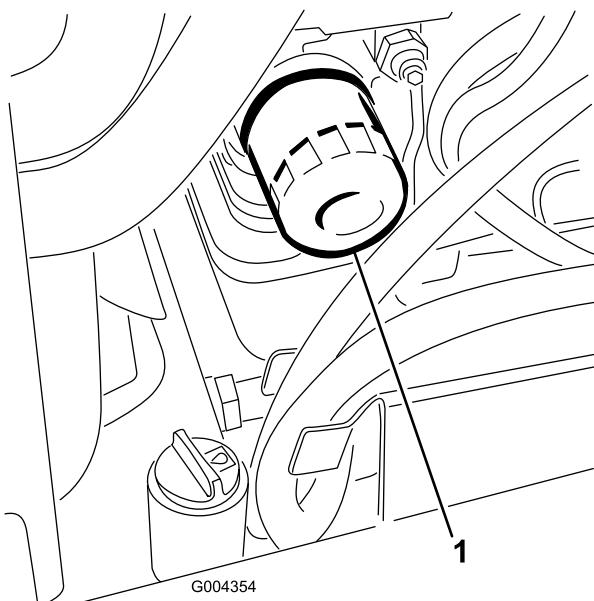

**Figure 35**
- Enlevez le bouchon de vidange (Figure 35).